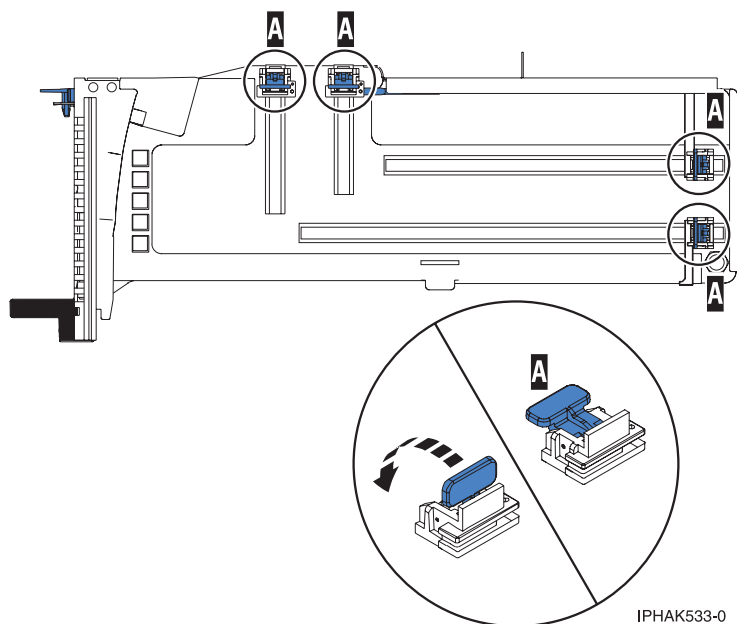

Figura 85. Piezas de retención del adaptador
- b. Asegúrese de que todas las piezas que servirán para sujetar el adaptador (A) se han empujado hacia fuera de los bordes de la casete para permitir la colocación del adaptador. Consulte la sección Figura 85 en la página 95.